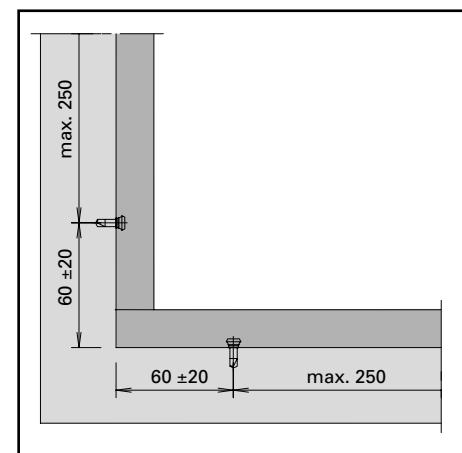

Abb. 6 / Fig. 6 / Fig. 6
**Anordnung Befestigungsknöpfe****(Abb. 6)**
**Disposition des boutons de fixation****(fig. 6)**
**Positioning fastening studs****(fig. 6)**